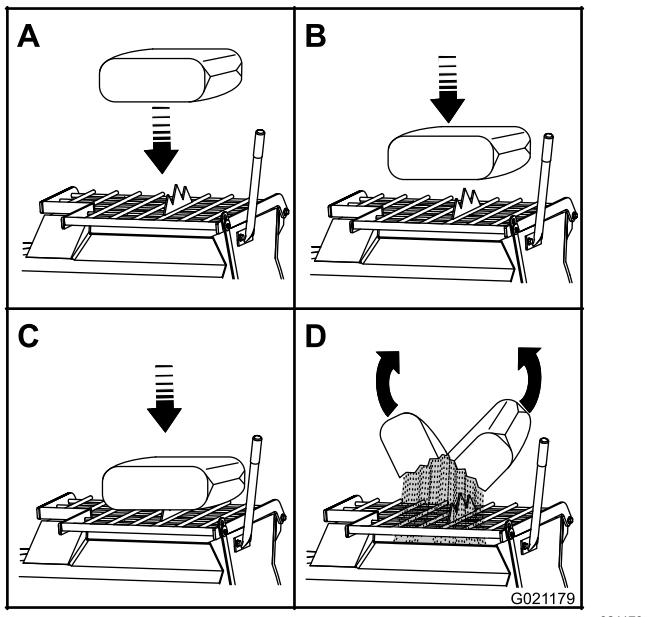

Figura 27
**Nota:** Puede abrir sacos de cemento, yeso y aglutinantes bajando el saco sobre el rompesacos (Figura 27).